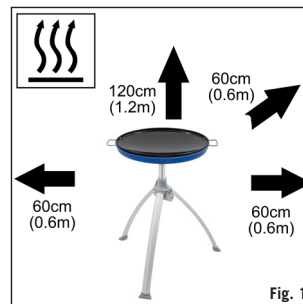

Fig. 1
- De luchtgaten van de brander pan (F) op de basisplaat niet bedekken of veranderen, omdat dit de luchtstroom naar de buis gaten in de behuizing van de driepoot (J) zal beïnvloeden. Dit zal, op zijn beurt, de prestaties van het product beïnvloeden en dat kan dan een onstabiele vlam veroorzaken. Zorg ervoor dat het toestel gebruikt wordt uit de nabijheid van brandbare materialen. Minimaal veilige afstanden zijn:
- Boven het toestel: 1.2 m. Aan de achterkant en aan de zijkanten: 600 mm. (Zie fig. 1)